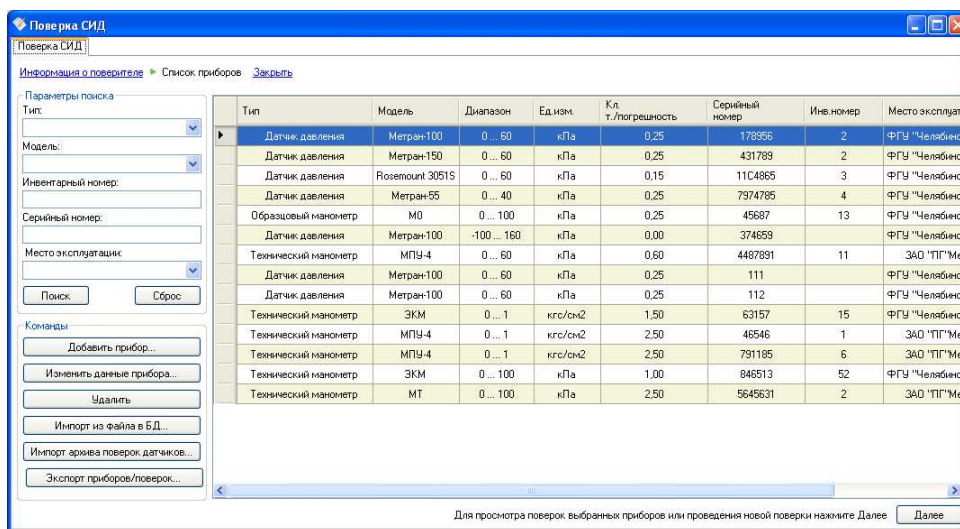

Рисунок 4.2 – Список доступных для поверки приборов
Для добавления технической информации о поверяемом приборе необходимо выбрать режим программы «Главное» – «Поверка СИД», заполнить информацию о поверителе (см. Рисунок 4.13) и нажать кнопку «Далее». При этом откроется в окне список доступных для поверки приборов (см. Рисунок 4.2).
- выбрать в таблице имеющийся в БД прибор (см. Рисунок 4.2);
- выбрать имеющийся в базе данных прибор (см. Рисунок 4.2);